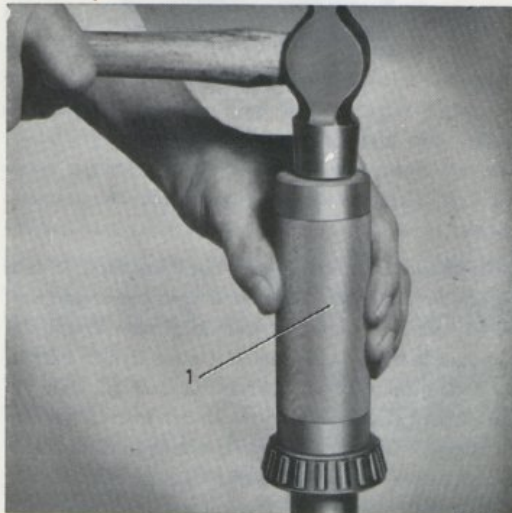

Bild 30. Mont. av drivaxellager.
2. Driv lagren (15) på drivaxlarna om de varit borttagna. Använd SVO 1805, se bild 30.